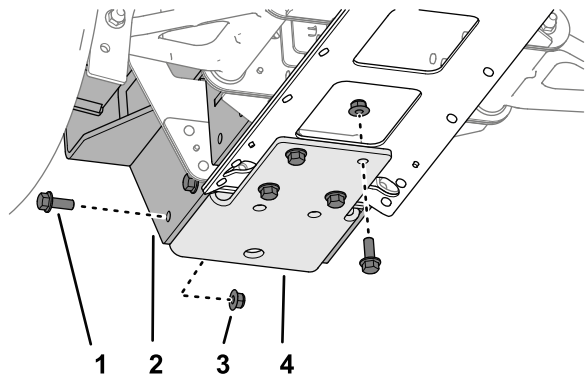
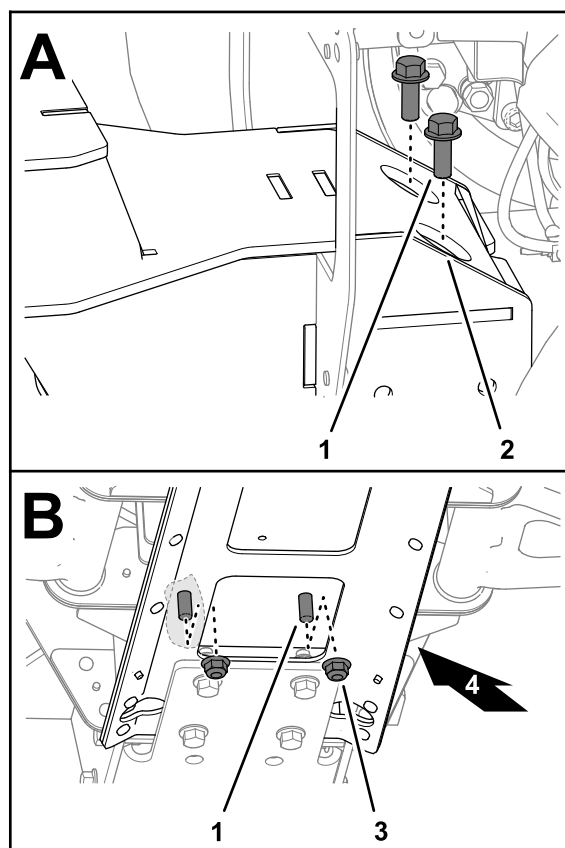
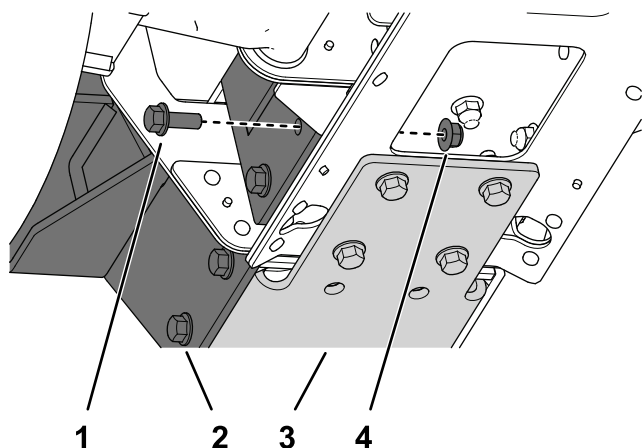

Figura 57
Figura 59
Figura 58
1. Instale el soporte del recogepelotas y el soporte inferior en el perfil delantero del bastidor y la chapa del perfil central (Figura 57, Figura 58, y Figura 59) con 14 pernos con arandela prensada ($\frac{3}{8}$ " x 1") y 14 tuercas con arandela prensada ($\frac{3}{8}$ ").